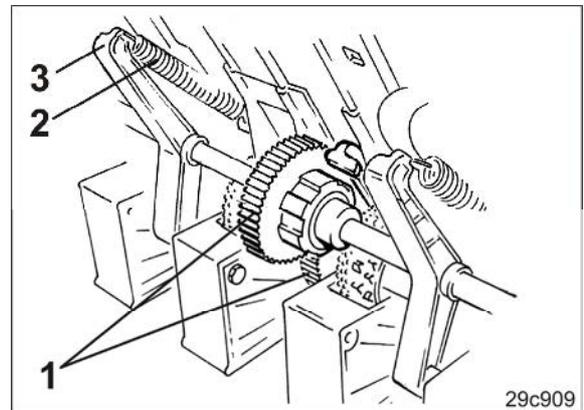

Fig. 232
15. Engranar los dientes (Fig. 232/1) del acoplamiento por resorte abrazador y de la rueda dentada del eje sembrador.
16. Enganchar los muelles de tracción (Fig. 232/2) en los cojinetes giratorios (Fig. 232/3).